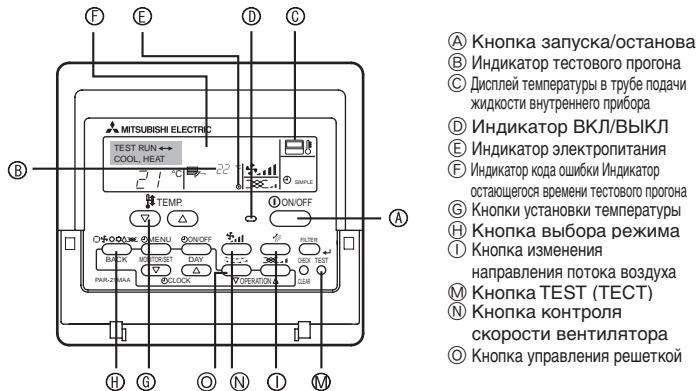

Fig. 7-1
7.2.1. Использование проводного пульта дистанционного управления (Fig. 7-1)
- ① Включите питание по крайней мере за 12 часов до начала пробного прогона.
- ② Дважды нажмите кнопку [TEST]. ➔ "TEST RUN" на ЖКК-дисплее
- ③ Нажмите кнопку [Mode selection] (Выбор режима) и переключитесь на режим охлаждения (или обогрева). ➔ Убедитесь в том, что выдувается холодный (или теплый) воздух.
- ④ Нажмите кнопку [Fan speed] (Скорость воздушного потока). ➔ Убедитесь в том, что скорость воздушного потока переключилась.
- ⑤ Нажмите кнопку изменения направления потока воздуха или кнопку управления решеткой.